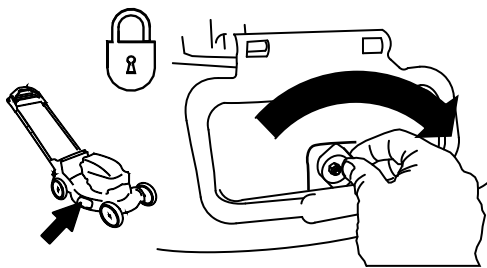

Figure 27
**Important:** Verrouillez le déflecteur d'éjection latérale après l'avoir fermé (Figure 27).